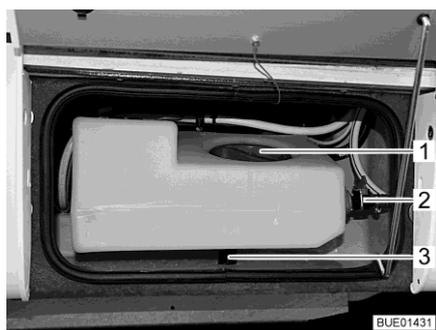
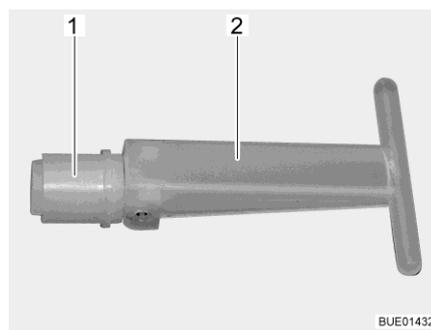

Fig. 165 Depósito de agua adicional
Fig. 166 Tapón de cierre
Al estar abierta la válvula de descarga (Fig. 165,2), la cantidad de llenado estará limitada a aprox. 30 l; el agua excesiva saldrá. Si la válvula de descarga está cerrada, estará a disposición el volumen completo del depósito.
Si se retira el tapón de cierre (Fig. 166,1) en el interior del depósito de agua adicional, el agua saldrá a través del desagüe (Fig. 165,3). Al tapón de cierre se tiene acceso a través de la abertura de servicio (Fig. 165,1).
- Asegurar que el tapón de cierre (Fig. 166,1) en el depósito de agua adicional esté cerrado (el asidero (Fig. 166,2) está plegado).
- Asegurar que esté cerrada la válvula de descarga (Fig. 165,2).
- Abrir la abertura de servicio (Fig. 165,1) del depósito de agua adicional.
- A través de la abertura de servicio, poner el asidero (Fig. 166,2) del tapón de cierre (Fig. 166,1) en posición vertical y extraer el tapón de cierre.